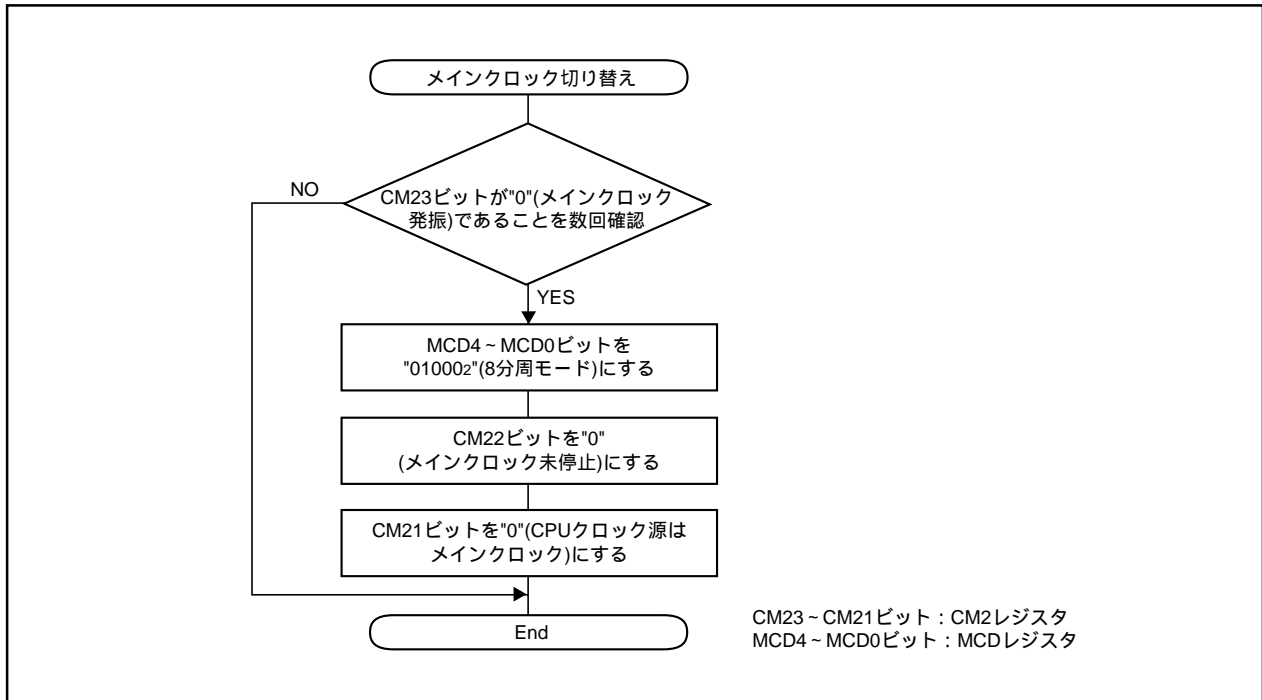

図8.10 オンチップオシレータクロックからメインクロックへの切り替え手順
- ・発振停止検出後メインクロックの発振が再開した場合は、プログラムでメインクロックをCPUクロックや周辺機能クロックのクロック源に戻してください。図8.10にオンチップオシレータクロックからメインクロックへの切り替え手順を示します。